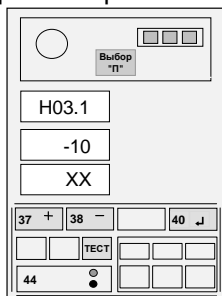

Рисунок 15 - Ввод температуры
Если величина измеренной температуры воздуха отличается от выдаваемой на средний ИЖЦ более, чем на 3 °С, нажатием кнопки 44 установить на верхнем ИЖЦ код "Н03.1", а затем, нажимая кнопки "+" (37) и "-" (38), установить, контролируя по показаниям среднего ИЖЦ, значение температуры, равное показаниям термометра (см. рисунок 15).